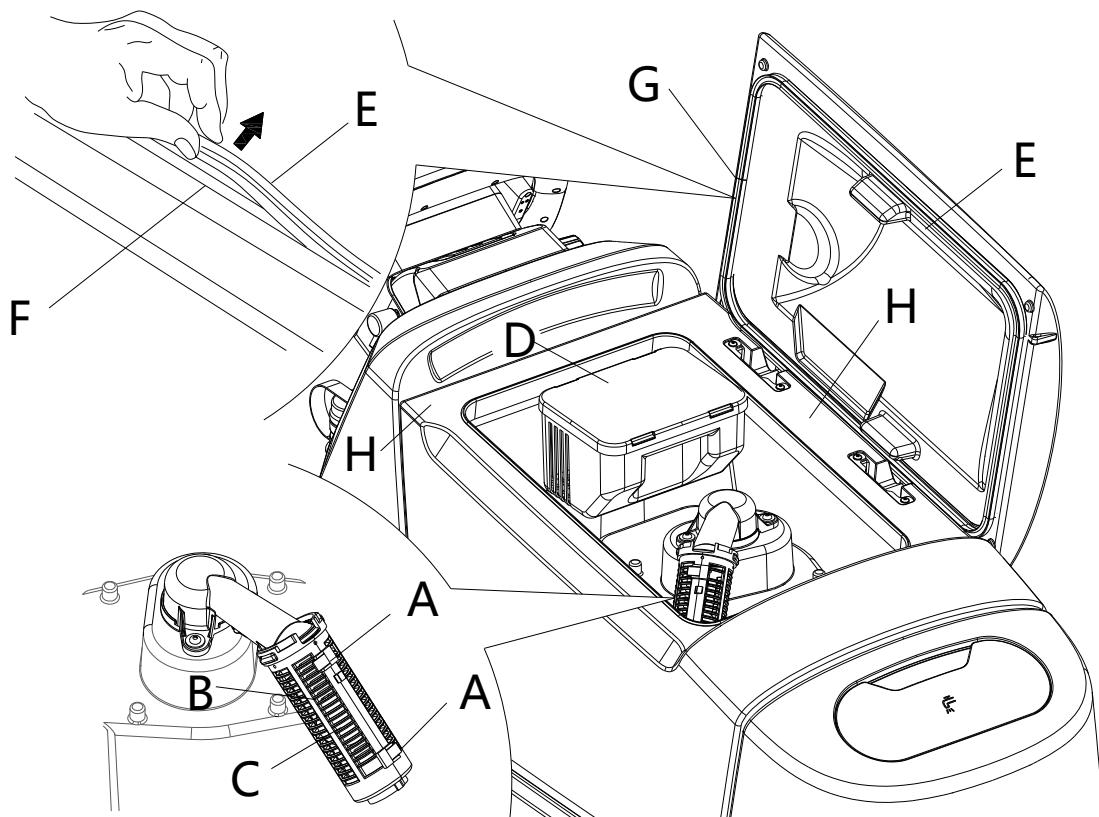

Abb. 15
2. Das Gerät über die Start/Stopp-Taste (62) ausschalten.
3. Deckel (2) anheben.
4. Das Tankinnere (3) und den Deckel reinigen und mit sauberem Wasser waschen.
5. Mit dem Ablassrohr (18) das Wasser aus dem Tank ablassen.
6. Sauggitter (30) reinigen, Haltevorrichtungen (A, Abb. 15) lösen, Gitter (B) öffnen und Schwimmer (C) entnehmen. Sorgfältig reinigen und wieder einbauen.
7. Den Schmutzfangkorb (D) ausbauen und dessen Deckel öffnen, dann sorgfältig reinigen und wieder am Ansaugrohr anbringen.
8. Den Zustand der Tankdeckeldichtung (E) prüfen. Falls erforderlich, Dichtung (E) aus ihrem Sitz (F) herausnehmen und auswechseln. Beim Einbau der neuen Dichtung den Dichtungsstoß (G) wie auf der Abbildung unten positionieren.